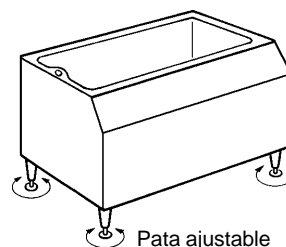

Fig. 4
2) Colocar la cubeta de almacén en el lugar permanente previamente seleccionado y nivelarla de izquierda a derecha y de delante a atrás. Véase la Fig. 4.